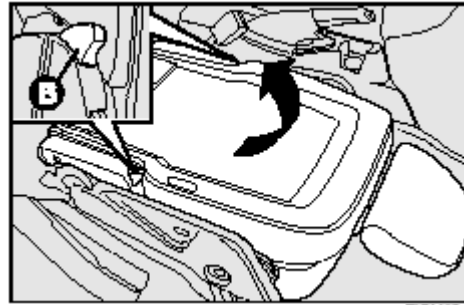

рис.27
#### Регулировка в продольном направлении, рис.27
- Нажать на рычажки **В** – рис. 27 и приподнять до конца сиденье.